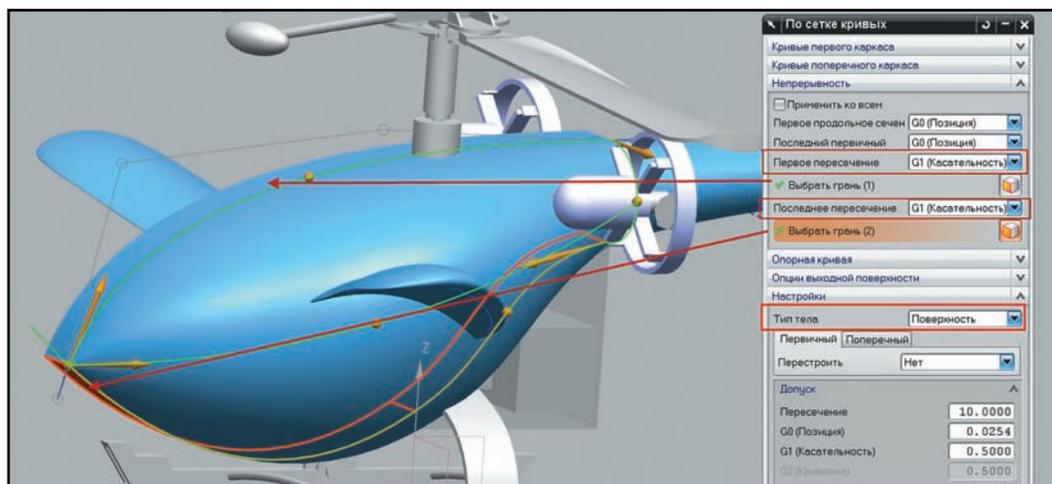

Рисунок 3.37 Задание наборов кривых поперечных сечений
дённых данных система построит предварительное изображение получаемой поверхности. Нам осталось только задать граничные условия на границах новой поверхности (рис. 3.37).
- Для задания граничных условий или условий сопряжения разверните блок **Непрерывность (Continuity)** в диалоге команды. Поменяйте условие сопряжения у первого и последнего поперечных наборов на **G1 (Касательность) (Tangent)** и в качестве ссылок на грани укажите верхнюю и нижнюю вытянутые поверхности соответственно. В блоке **Настройки (Settings)** укажите в опции **Тип тела (Body type)**, выберите значение **Поверхность (Sheet)** и завершите построение, нажав кнопку **OK** в диалоге (рис. 3.37).